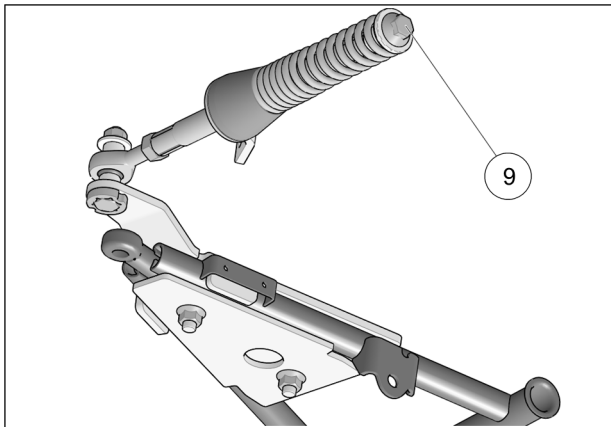

Fig. 20
9. Vérifier que le boulon du ressort (6) est serré au couple recommandé : 75 N•m [55 lb•pi]. Fig. 20